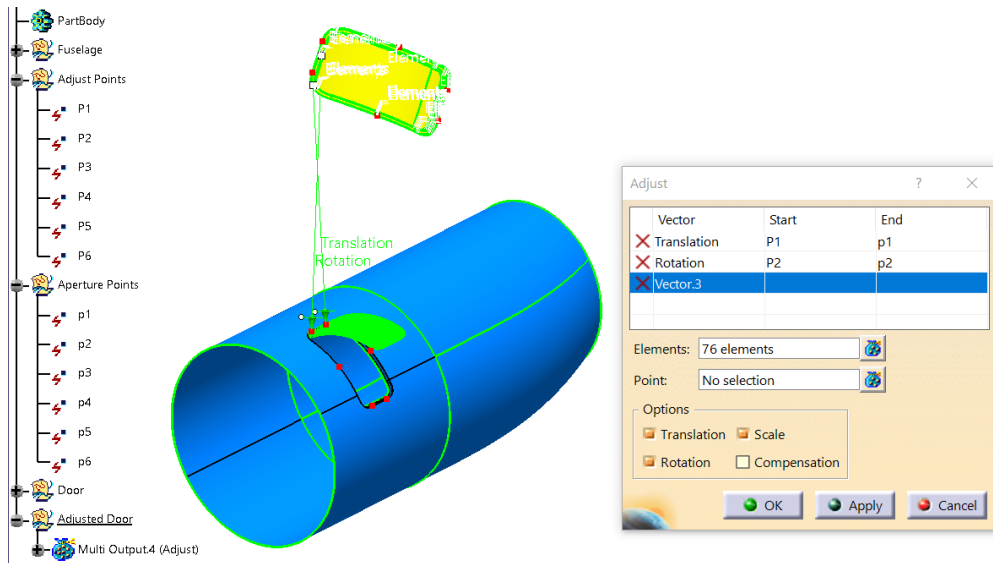

Figura 2.7 Solución tras aplicar Translation, Rotation y Scale.
- Scale (Escala):** esta opción sólo está disponible si están seleccionadas previamente “Translation” y “Rotation” (*Figura 2.7*). No requiere la elección de ningún vector ya que el cociente de la distancia de los puntos finales y la distancia de los puntos iniciales de los vectores anteriores es el factor con el que realiza la escala.